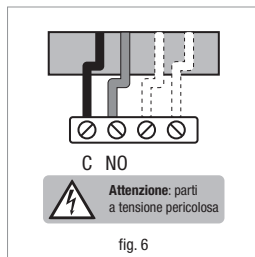

fig. 6
3. Identificare i cavi di controllo COM (Cavo Comune) e NO (*Normally Open*), aiutandosi con serigrafie, etichette e/o schemi di collegamento normalmente presenti sul vecchio termostato (fig. 6). **ATTENZIONE:** se sono presenti più di due cavi, gli altri sono in eccesso. Identificarli e isolarli con nastro isolante elettrico.